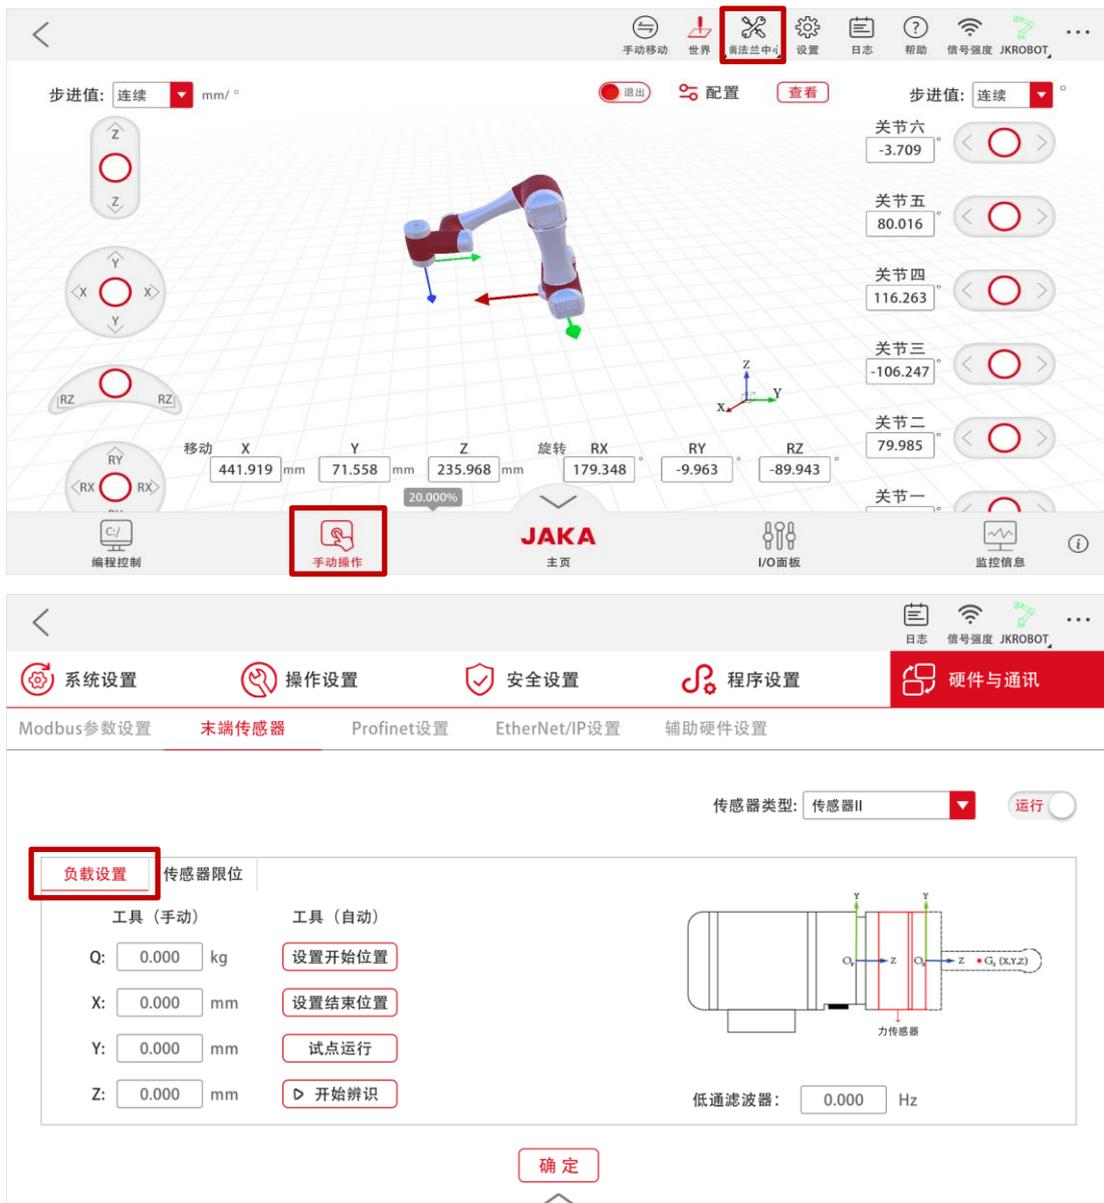

图 3-9 负载设置界面
- b. 在主页右上角点击【设置】，然后点击【硬件与通讯】→【末端传感器】→【负载设置】进入负载设置界面（参考图 3-9）；